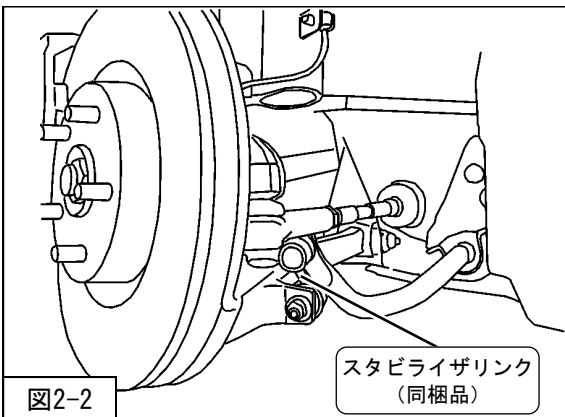

図2-2
2. ワッシャ (M12・同梱品) をスタビライザリンク (同梱品) に取付け、ナット (M12・同梱品) (締付トルク : 60N・m) を取付けてください。(図2-2・図2-3)